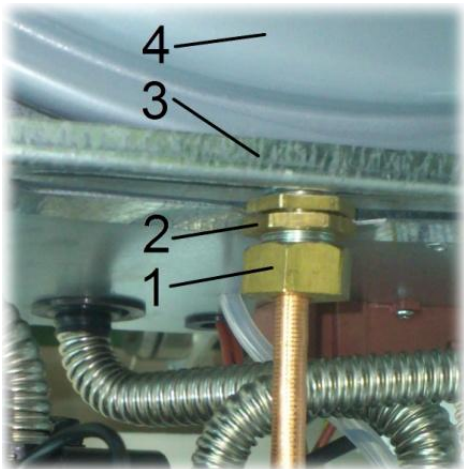

Рис. 19. Демонтаж трубы расширительного бака
- 3) ключом на 22 отвернуть гайку 1 (см. Рис. 19) трубы расширительного бака 4;